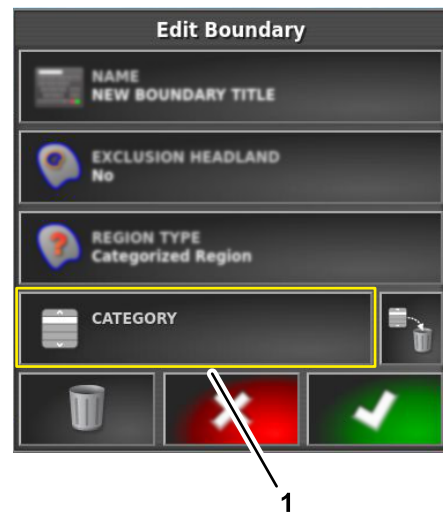

Bild 65
3. Tippen Sie im Dialogfenster Feldgrenze bearbeiten das Symbol KATEGORIE, um eine Liste der Kategorientypen anzuzeigen (Bild 65).